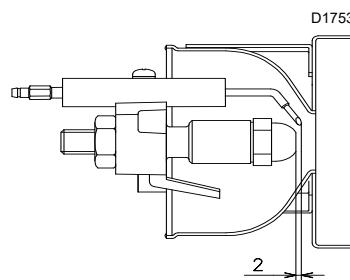

Fig. 12
- Assicurarsi che gli elettrodi siano posizionati come in Fig. 12.